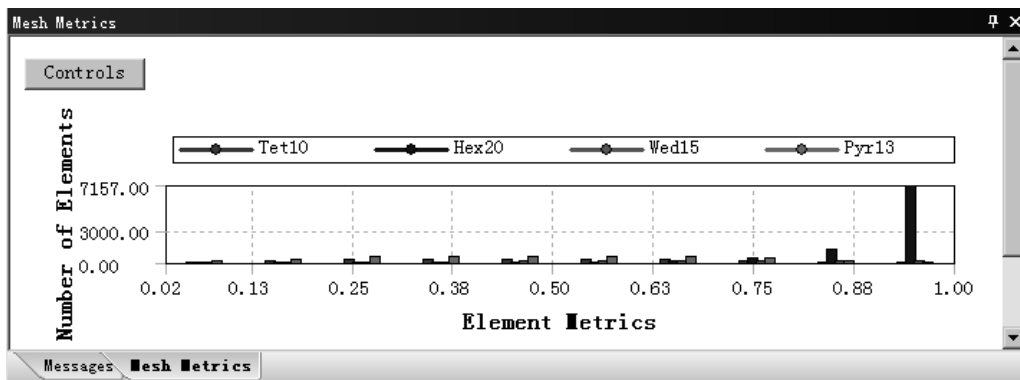

图 4.5.23 检查结果统计图表（八）
- ◆ Orthogonal Quality（正交品质）。这是网格质量检查的主要方法之一，其值位于 0 和 1 之间，0 最差，1 最好。选择此选项后，在信息栏中打开图 4.5.23 所示的检查结果统计图表。